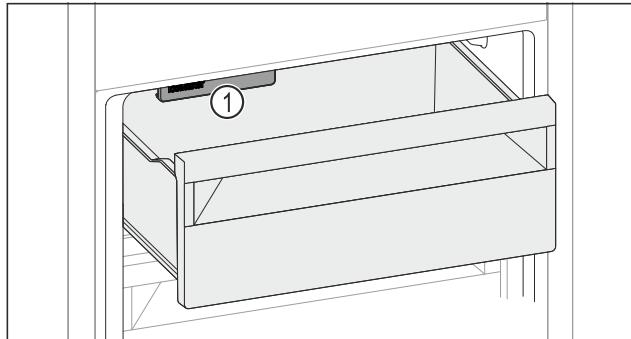

Fig. 111
- Слідкувати за функцією IceMaker Fig. 111 (1).